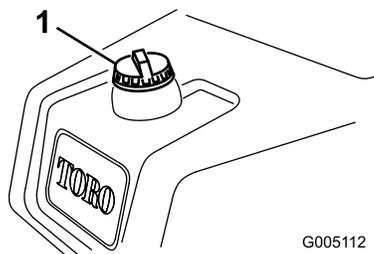

図 26
1. 燃料キャップ (図 26) の周囲をきれいに拭いてキャップ外す。